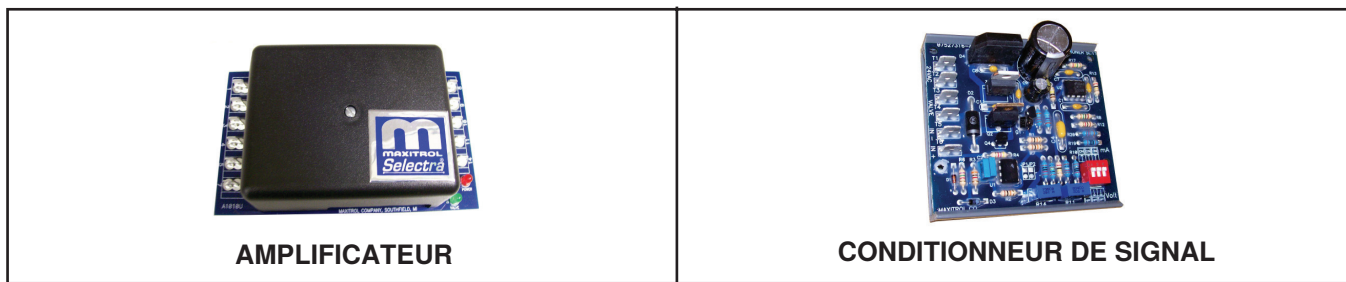

Figure 36. Amplificateur et conditionneur de signal Maxitrol
Les fonctionnalités et le type de système de modulation dépendent des options choisies. Selon les besoins de chaleur établis par le capteur à thermistance, le brûleur module les taux d'allumage de 50 à 100 %. La thermistance est une résistance sensible à la température dont la résistance en ohms change selon la température ambiante. Ce changement est enregistré par le centre de commande à semi-conducteurs (ou amplificateur) (voir Figure 36) qui fournit alors un courant continu variable à la soupape de modulation pour modifier l'arrivée de gaz. Le conditionneur, le relais du conditionneur, le transformateur, le boîtier de fusibles avec couvercle et les pièces de fixation sont expédiés séparément pour une installation au chantier. Chaque soupape de modulation est essentiellement un régulateur doté de fonctions électriques pour élever ou abaisser la pression de refoulement. Lorsque ce dispositif ne reçoit pas de courant continu, il fonctionne comme un régulateur de pression de gaz et fournit une pression de 3.5 PO CE à la soupape de fonctionnement principale.
- **Modulation électronique entre 50% et 100% de taux de tir (option AG8) :** La modulation électronique pour les appareils de chauffage à air d'appoint commandés par un capteur de conduit et un sélecteur de température (55–90°F (12.8–32.2°C)). Le sélecteur de température de réglage de l'option AG8 se trouve sur l'amplificateur (voir Figure 36). L'option AG8 est disponible avec un thermostat de priorité.
- **Modulation électronique entre 50% et 100% de taux de tir (option AG21) :** Dans l'option AG21, la fournaise est équipée d'un conditionneur de signal Maxitrol (voir Figure 36) qui fonctionne de façon très semblable à l'amplificateur décrit plus haut pour commander la valve régulatrice. Le conditionneur accepte un signal d'entrée de 4–20mA ou de 0–10V d'un appareil de commande fourni par le client tel qu'un ordinateur. Lorsque les commutateurs dip du conditionneur sont en position ouverte, le conditionneur accepte un signal de 4–20mA. Lorsque les commutateurs dip du conditionneur sont en position fermée, le conditionneur accepte un signal de 0–10V. Le conditionneur convertit le signal en courant c.c. de 0–20V requis pour commander la vanne modulatrice.